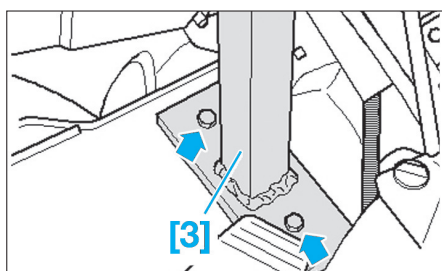

Fig. 8
- Visser le pied [2] sur le support de la batterie en utilisant des vis M8x35 en les serrant à 2,5 daN.m (Fig.8).